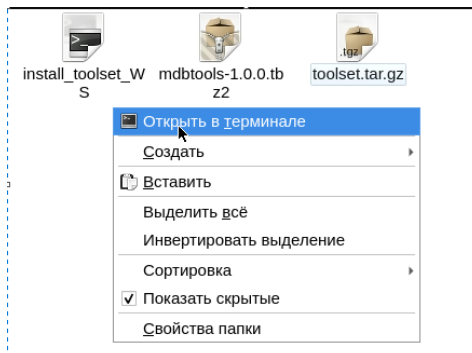

Рисунок 4.2 – Выбор пункта «Открыть в терминале»
- внутри открытого окна папки щёлкнуть правой кнопкой мыши и выбрать пункт «Открыть в терминале» из контекстного меню (см. рисунок 4.2).